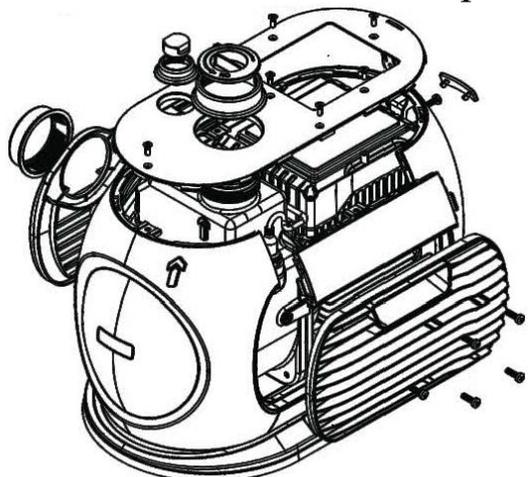

Рисунок 9
3. С помощью отвертки (не входит в комплект поставки) открутите 5 винтов с правой средней части кожуха и аккуратно снимите правую среднюю и правую верхнюю часть кожуха (смотрите рисунок 9 ниже).